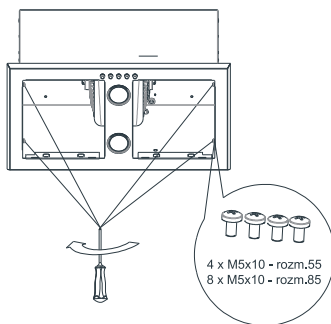

Рис. 8
7.2. Снимите декоративную рамку (Рис. 8, 9).